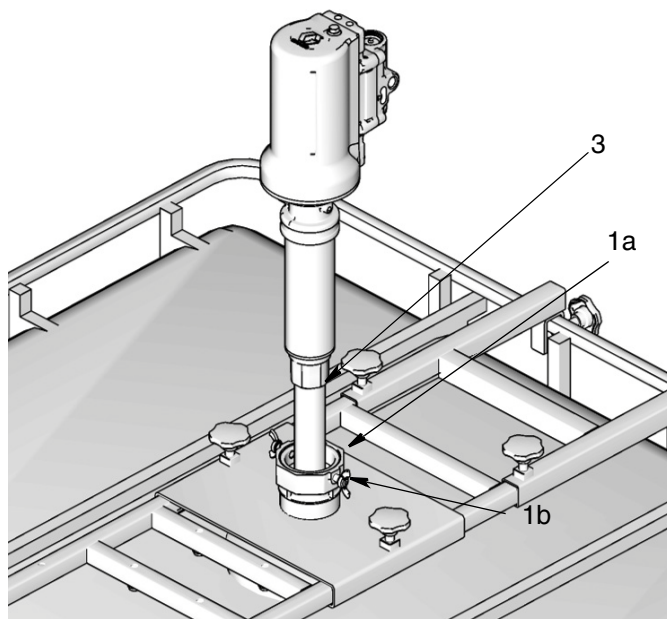

Рис. 10
3. Вставьте всасывающую трубку (3) насоса в резервуар через переходник втулки (1а) (Рис. 10).
Зафиксируйте насос на месте, затянув винты с прокладками (1b) (Рис. 10).